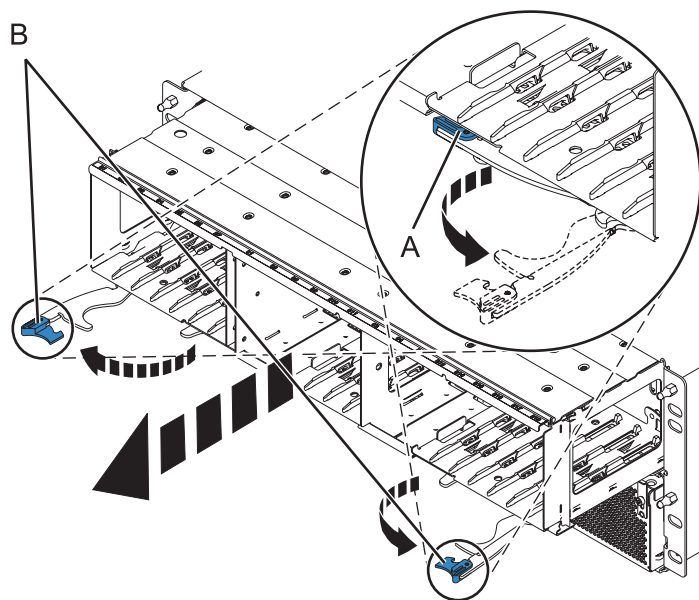

Figura 83. Extracció de la placa posterior de l'allotjament
6. Traieu la placa posterior com es mostra a la Figura 83 a la pàgina 126.